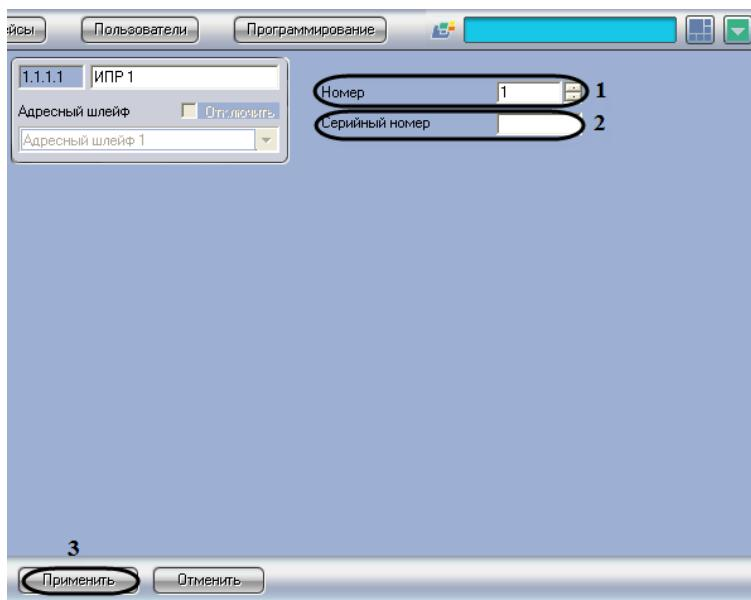

Рис. 3.5—4 Панель настроек объекта ИПР
- В поле **Номер** необходимо с помощью кнопок **вверх-вниз** ввести порядковый номер в списке устройств (см. Рис. 3.5—4, 1).
- В поле **Серийный номер** необходимо ввести серийный номер устройства (см. Рис. 3.5—4, 2).